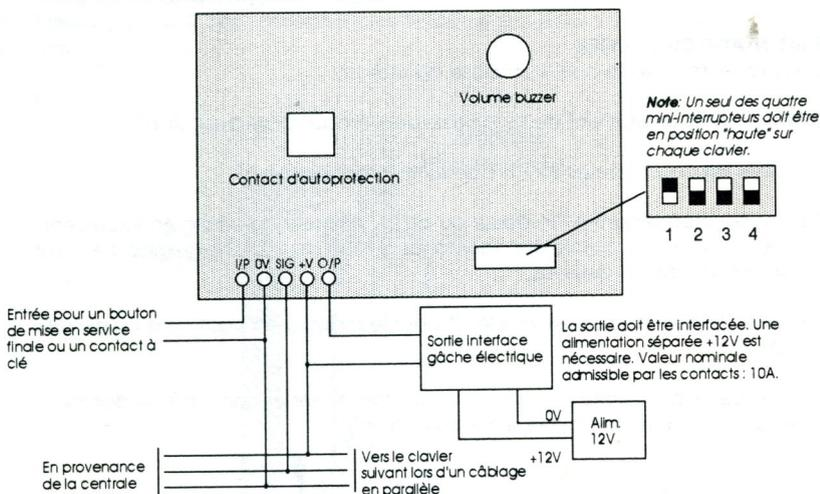

Fig. 6 Câblage du clavier
- (b) Relier les conducteurs comme indiqué à la figure 6.